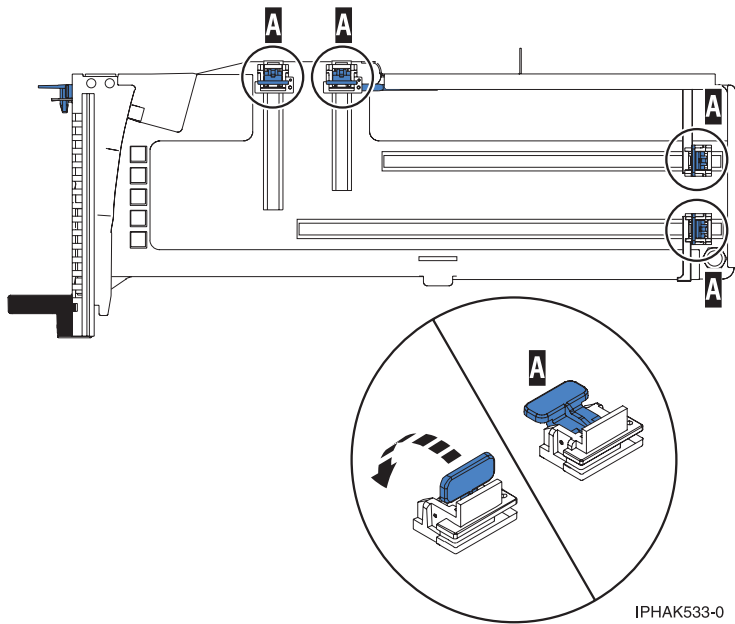

Figure 85. Crochets de retenue
- b. Vérifiez que tous les crochets de retenue de carte (**A**) sont repoussés vers les bords de la cassette pour permettre l'installation de la carte. Voir figure 85, à la page 97.